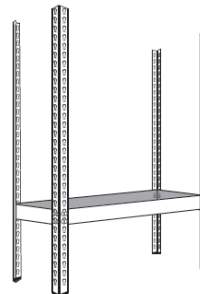

Рис.3 Сборка каркаса полки
5.5 Далее возьмите стяжки длиной, которая будет соответствовать глубине стеллажа, и соедините ими собранные стойки, таким образом, чтобы получился каркас яруса (Рис.3).